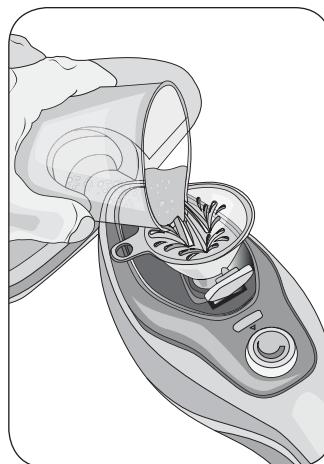

Fig. 6
Verwijder de dop van het reservoir (C). Vul het waterreservoir met 350 ml vers water (Fig 6). Gebruik de bijgeleverde trechter (O) en maatbeker (N): 350 ml komen overeen met anderhalve maatbeker. Sluit het reservoir weer.
U hoeft niets bijzonders te doen als het water in het reservoir op is. Haal de stekker uit het stopcontact. Vul het waterreservoir met 350 ml vers water (Fig 6). Gebruik de bijgeleverde trechter (O) en maatbeker (N): 350 ml komen overeen met anderhalve maatbeker. Sluit het reservoir weer.